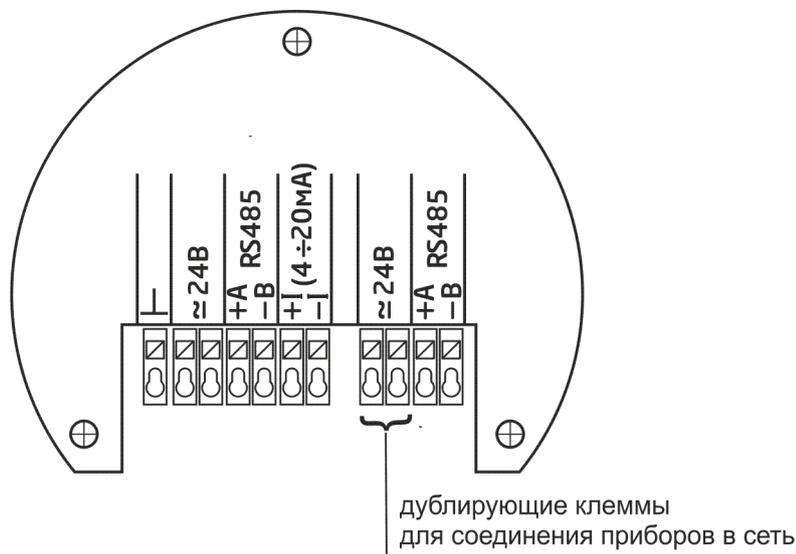

Рисунок 2. Схема подключения
- 5) Подключить провода к нажимному клемнику в соответствии со схемой на шильдике (рис.2). Для подключения провода к клемме необходимо нажать отверткой на кнопку до упора, вставить провод в круглое отверстие расположенное под нажатой кнопкой и отпустить кнопку. Кнопка должна быть утоплена. Проверить надежность соединения выдергивая провод.